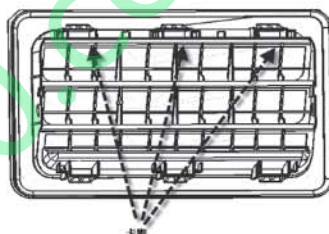

图 2-4-1 后通风口拆卸示意图
- (1) 将后通风口总成两侧向外拉出（远离车身方向），即可完成后通风口总成的拆卸；
- (2) 注意拆卸时，需从行李箱内侧进行，将其卡脚（如图 2-4-1 所示）悬臂依次摁压脱离钣金，不可从车外侧强力掰扯产品，以免产品结构断裂报废。